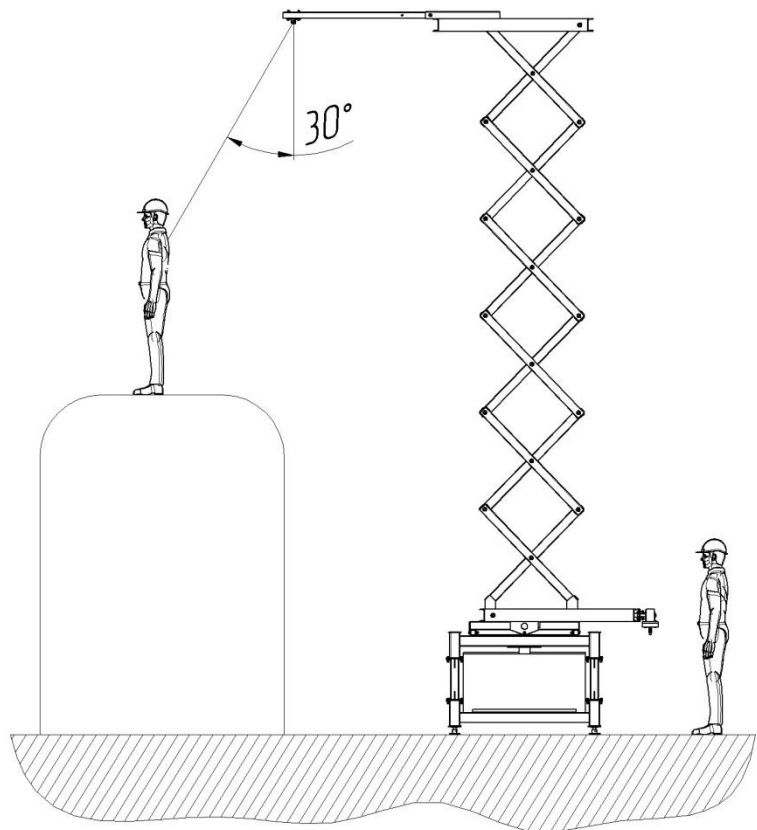

Рис. 5. Положение пользователя при использовании системы ВМ МАКсэйф\_039 Лифт
7. Запрещается превышать угол отклонения троса подвеса человека на угол более 30 градусов от вертикали (рис. 5).